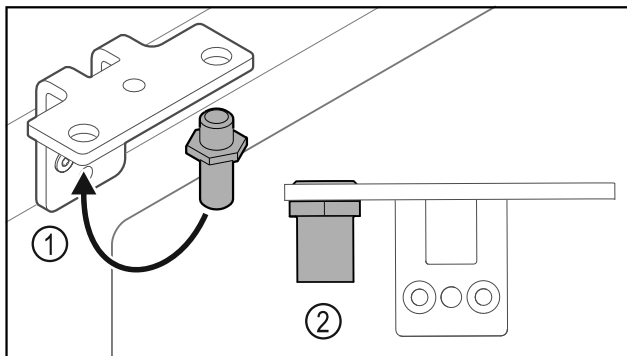

Fig. 30
- ▶ Přesaďte čep Fig. 30 (1) v úhelníku závěsu.
- ▶ Utáhněte čep Fig. 30 (2) **utahovacím momentem 12 Nm**.